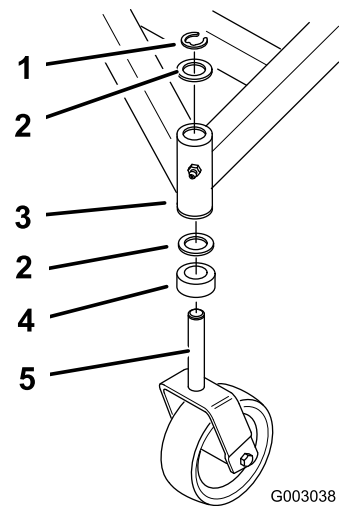

Figure 52
4. Si un réglage est nécessaire, changez le même nombre de rondelles de butée sur les chapes des roues pivotantes. Déplacez les rondelles de butée de haut en bas sur le tube de montage du bâti porteur pour relever l'avant de la tondeuse. Déplacez les rondelles de butée de bas en haut sur le tube de montage pour abaisser l'avant de la tondeuse (Figure 52).
seulement. Déplacez la ou les rondelle(s) de butée de haut en bas sur le tube de montage du bâti porteur pour relever le côté correspondant de la tondeuse. Déplacez la ou les rondelle(s) de butée de bas en haut sur le tube de montage pour abaisser le côté correspondant de la tondeuse. (Figure 52).